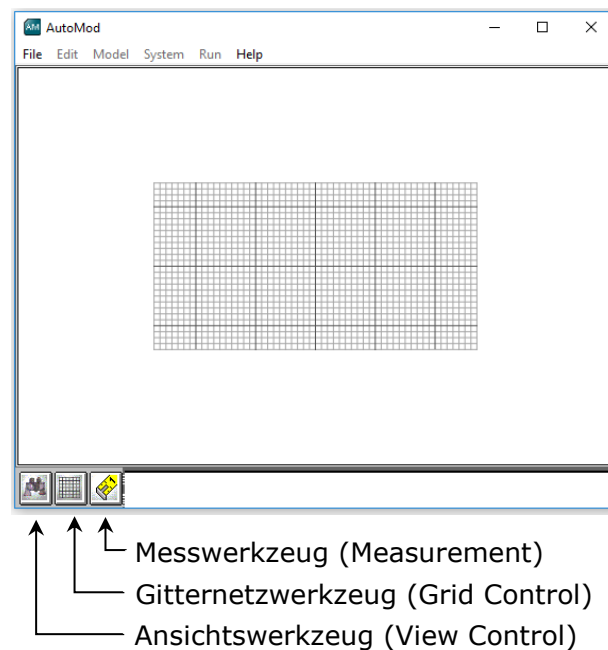

Abbildung 2.2: Arbeitsbereich
Schritt 1: Das Gitternetzwerkzeug (siehe Abbildung 2.2: Arbeitsbereich) anklicken, um das „Grid Control“ Fenster zu öffnen.
Schritt 4: Um nun den Mittelpunkt des Gitternetzes heran zu zoomen, wird die Ansicht des zugehörigen Koordinatenkreuzes angeschaltet. Dazu zunächst das Ansichtswerkzeug (siehe Abbildung 2.2) öffnen.